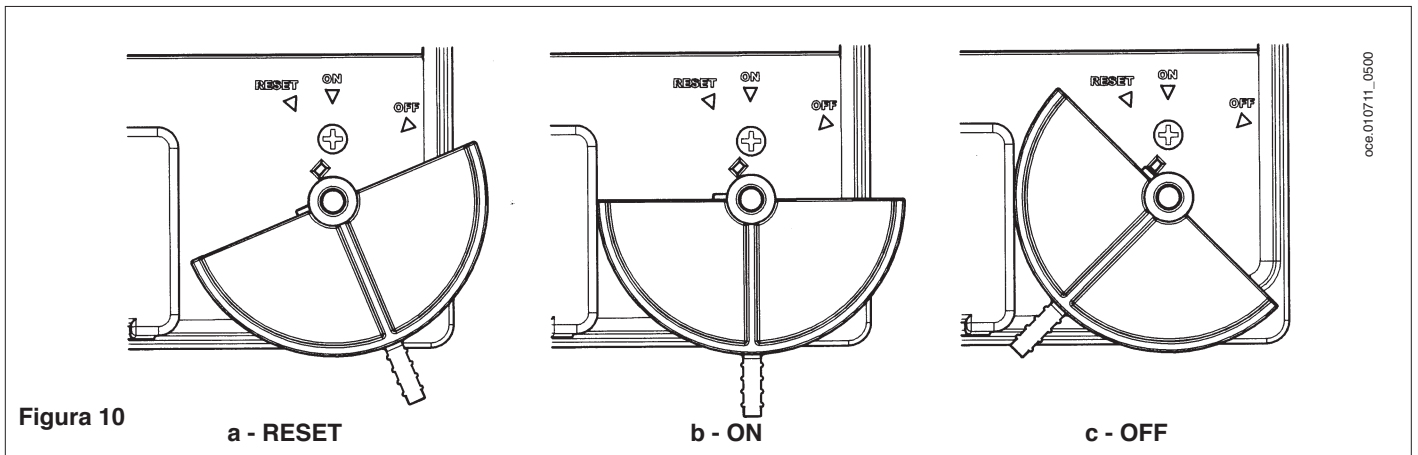

Figura 10
- **E19:** caricamento acqua non completato nel tempo di 3 minuti. La rimozione di tale errore è subordinata al consenso del pressostato di caricamento caldaia (11). La ripetizione della procedura di carico è subordinata allo spegnimento e successiva riaccensione della caldaia.
In caso di segnalazione [E01], [E02] o [E03] è possibile riarmare l'apparecchio premendo il tasto (A). L'operazione di riarmo è ammessa per un numero massimo di cinque tentativi consecutivi dopo i quali il riarmo è possibile previo spegnimento della caldaia mediante il selettore ON/OFF/RESET (figura 10).